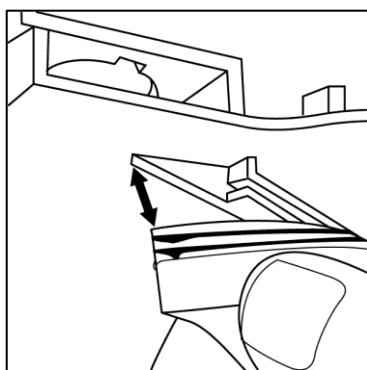

图: 16a
- 要安装前额密封衬，拿住黑色垫圈并使其和面罩对齐，参照图 16a。